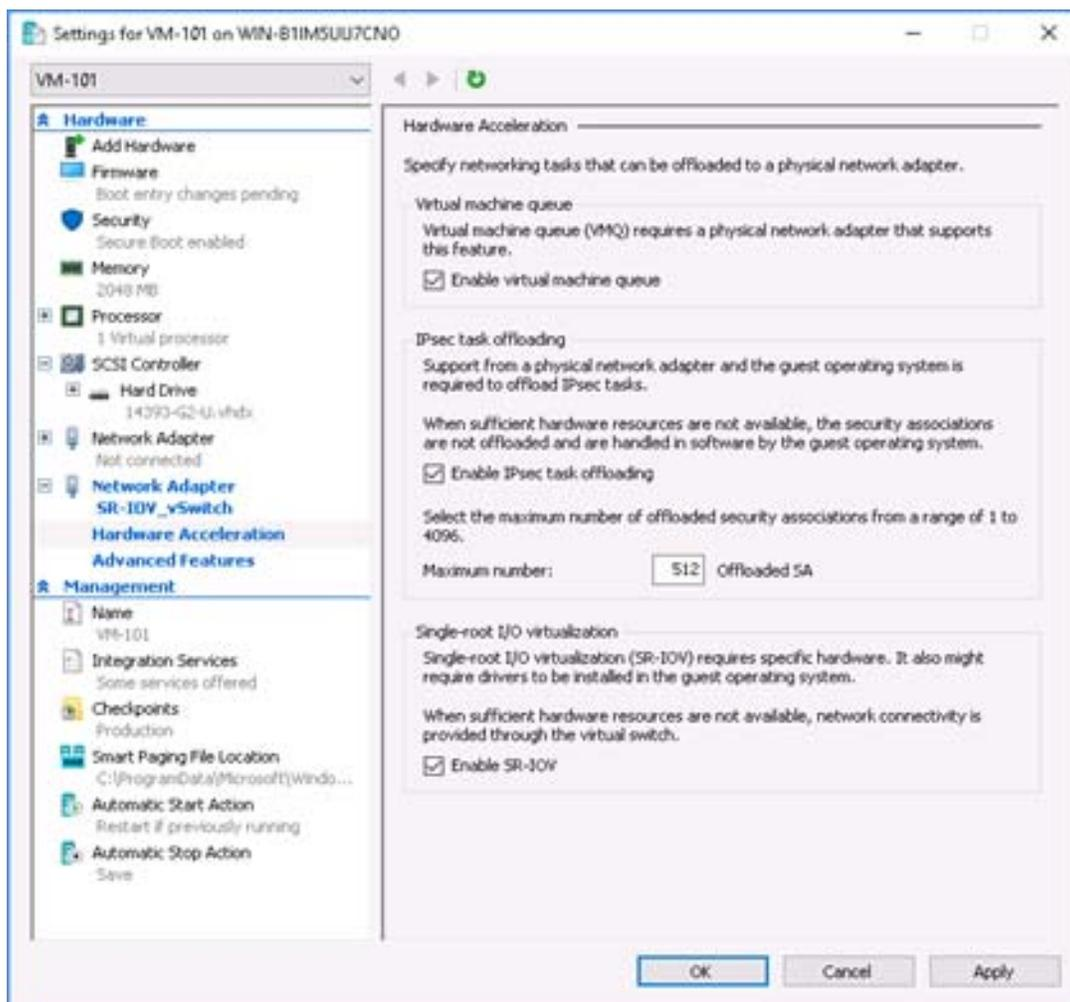

Abbildung 8-5. Einstellungen für VM: SR-IOV aktivieren
12. So erstellen Sie eine virtuelle Maschine (VM) und exportieren die virtuelle Funktion (VF) in die VM:
- d. Aktivieren Sie im Dialogfeld „Settings for VM <VM_Name>“ (Einstellungen für VM <Name der virtuellen Maschine>) (Abbildung 8-5) auf der Seite „Hardware Acceleration“ (Hardware-Beschleunigung) unter **Single-root I/O virtualization** (Single Root E/A-Virtualisierung) das Kontrollkästchen **Enable SR-IOV** (SR-IOV aktivieren) und klicken Sie dann auf **OK**.